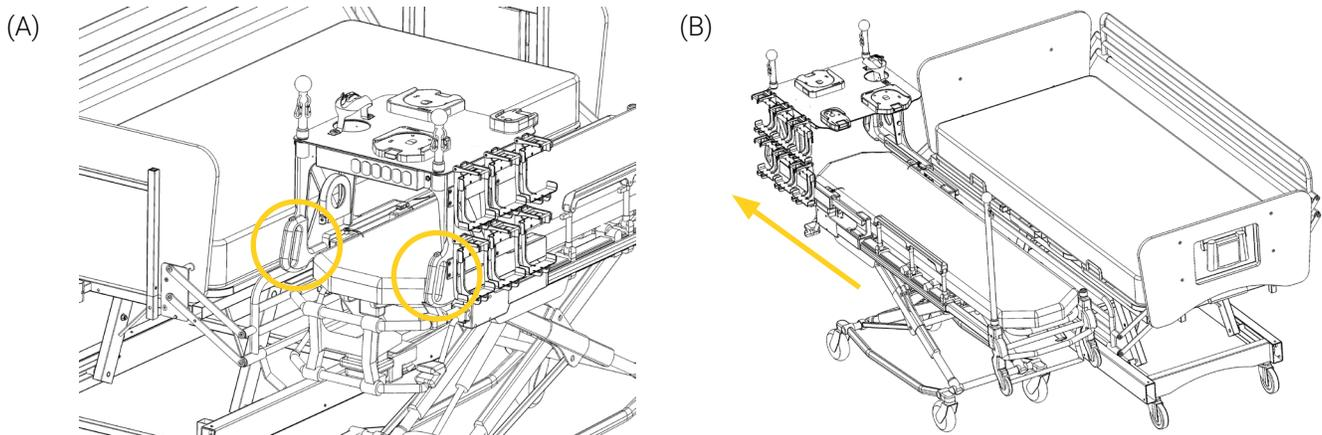

Figure 9: Position de la structure mobile avant le transfert latéral
7. Saisir les poignées de la structure mobile, puis appuyer et maintenir les mécanismes à déclenchement rapide (Figure 9 A).
8. Tirer la structure mobile vers le côté pied du patient, jusqu'à ce qu'elle se verrouille (Figure 9 B).